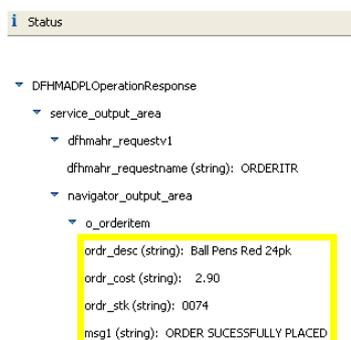

Abbildung 67
5. Im rechten unteren Bereich des Web Services Explorer erscheint nun eine Statusmeldung, was vom Webservice zurückgeschickt wurde (Abbildung 67). Wir sehen die vier von uns unter 8.5 bis 8.10 definierten Ausgabefelder.